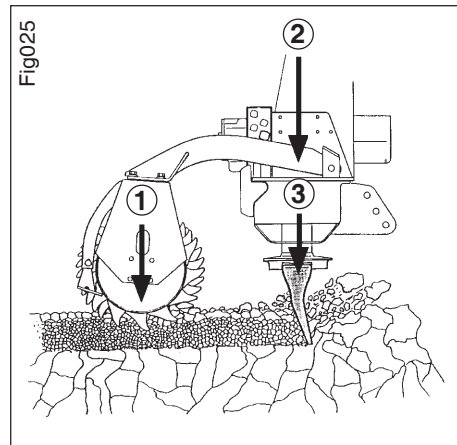

Fig. 2.6
1. Eigengewicht der Walze (Fig. 2.6/1).
2. Eigengewicht des Kreiselgrubbers (Fig. 2.6/2).
3. Die Kraft, mit der sich die Zinken in den Boden hinein zu ziehen versuchen (Fig. 2.6/3).